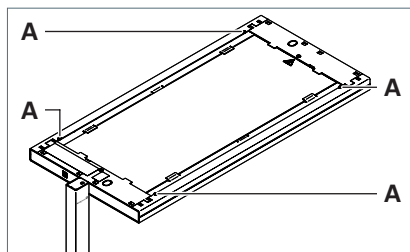

Fig. 18 : Points de contrôle (DGUV V3).
- Vérifier la partie supérieure de la tête du luminaire sur l'une des vis brutes **A**, voir Fig. 18.